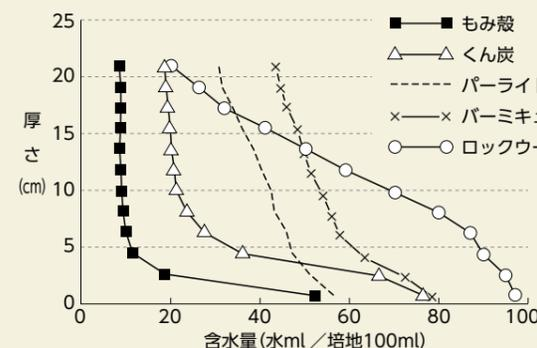

図1 固形培地の含水量
- ロックウールは他の固形培地と比べると、保水性が高いのが特長です。培地内の含水量は培地の厚さに左右され、標準的なベッド(75~100mm厚)では70~80%の水分を保持します。(図1)
出典元 図1 施設園芸ハンドブック 図2 養液栽培のすべて(日本施設園芸協会、日本養液栽培研究会 編集)